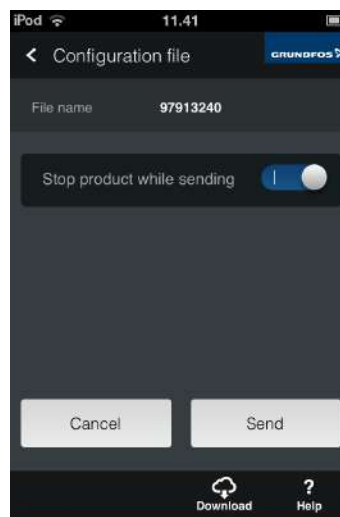

Рис. 39 Копирование файла GSC на насос
11. Нажмите кнопку [Send] (отправить), чтобы скопировать GSC-файл в память насоса. См. рис. 39. Во время копирования насос должен быть остановлен, по окончании копирования насос можно запустить.